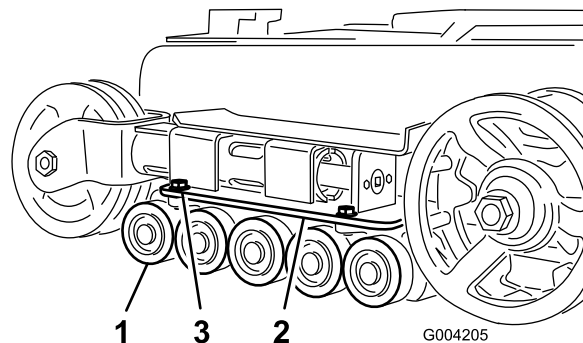

Figura 49
2. Retire los 4 pernos que sujetan cada guía de oruga inferior, que contienen las ruedas de rodaje, y retírelas (Figura 49).